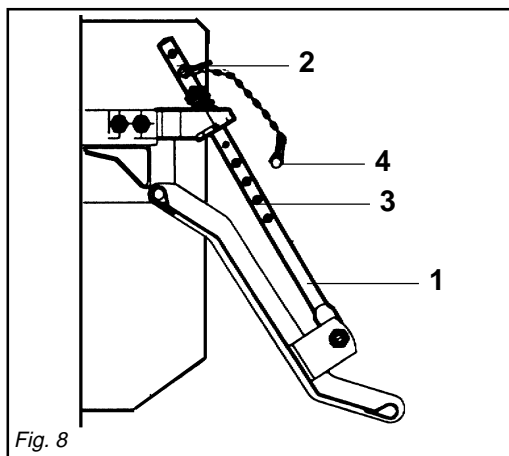

Fig. 8
- 6 - Il martinetto a molla (1 Fig. 8) oltre a sostenere la lamiera livellatrice ed ammortizzarla nel trasporto su strada, serve a evitare il ribaltamento della zappatrice durante il parcheggio.
- 6 - *Besides supporting the levelling plate and acting as a shock absorber for it during road transport, the spring ram (1 Fig. 8) prevents the steerage hoe*
- 6 - Die Federwinde (1 Abb. 8) trägt nicht nur das Planierschild und dient beim Straßen-transport zur Dämpfung von Stößen, son-
- 6 - *Le vérin à ressort (1 Fig. 8) sert de soutien à la tôle de nivellement et de suspension pendant le transport sur route, pour éviter le basculement du cultivateur lors du stationnement. L'effet de la tôle de nivellement sur le terrain peut être augmenté ou diminué*
- 6 - El gato de resorte (1 Fig. 8), además de sostener la chapa de nivelación y protegerla durante el transporte en carretera, sirve para evitar el vuelco
A seconda della posizione, determinata dalla copiglia (2 Fig. 8) sui vari fori posti nel tubo del martinetto (3 Fig. 8) si riesce ad aumentare o diminuire l'effetto della lamiera livellante sul terreno.
Durante il lavoro e nel trasporto su strada la copiglia (4 Fig. 8) va tolta dal tubo del martinetto e lasciata libera.
from overturning when parking. The effect of the levelling plate on the soil can be increased or decreased depending on the position, established by the split pin (2 Fig. 8) in the various holes in the ram tube (3 Fig. 8).
During work and road transport, the split pin (4 Fig. 8) must be removed from the ram tube and left free.
dem sie soll auch verhindern, daß die Hackfräse während des Parkens umkippt. Je nach der Position, die durch den Splint (2 Abb. 8) in den verschiedenen Löchern des Windenrohres (3 Abb. 8) festgelegt wird, kann die Wirkung des Planierschildes auf den Boden erhöht oder verringert werden.
Während der Arbeit und beim Straßen-transport ist der Splint (4 Abb. 8) vom Rohr des Hydrozylinders abzunehmen und frei zu lassen.
en changeant la position de la goupille (2 Fig. 8) dans les différents trous du tube du vérin (3 Fig. 8).
Pendant le travail et dans le transport sur route la goupille (4 Fig. 8) doit être enlevée du tube du vérin et laissée libre.
de la binadora durante el estacionamiento. De acuerdo a la posición, determinada por el pasador (2 Fig. 8) en los diversos orificios del tubo del gato (3 Fig. 8) se logra aumentar o disminuir el efecto de la chapa de nivelación sobre el terreno.
Durante el trabajo y en el transporte en carretera el pasador (4 Fig. 8) debe ser quitado del tubo del cilindro y dejado libre.